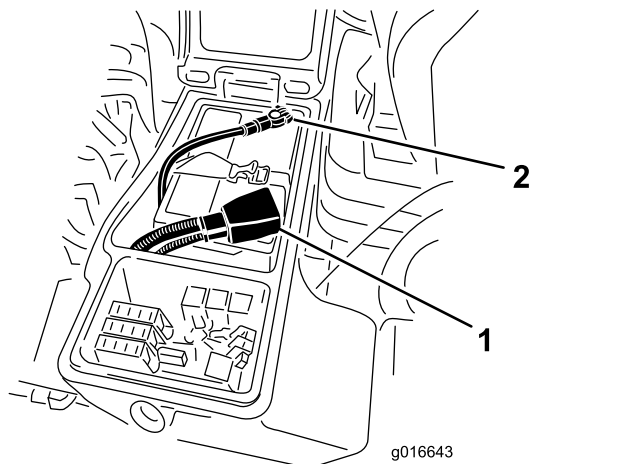

図 95
6. 赤いケーブルをバッテリーの端子に、黒いケーブルはバッテリーの端子に固定する 図 95